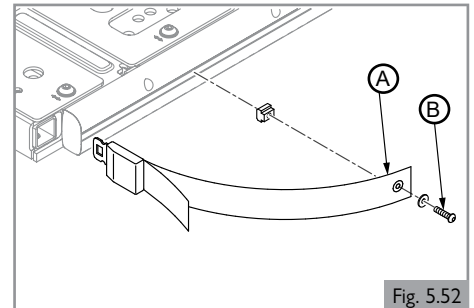

Fig. 5.52
1. Fije (A) al cuadro del asiento con los tornillos incluidos a la izquierda y a la derecha. (Fig. 5.52)
2. Apriete (B). Consulte la sección 9 para obtener información sobre la torsión de ajuste específica.